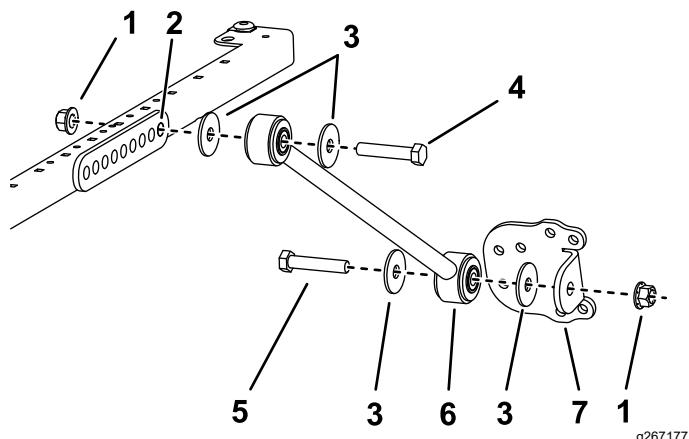

Figure 44
($\frac{1}{2}$ " x $2\frac{3}{4}$ "), de 2 rondelles ($\frac{1}{2}"), et d'un écrou à embase ($\frac{1}{2}"), comme montré à la Figure 44.$$
5. Fixez légèrement un support à chaque raidisseur à l'aide d'un boulon ($\frac{1}{2}$ " x $2\frac{1}{2}$ "), de 2 rondelles ($\frac{1}{2}$ ") et d'un écrou à embase ($\frac{1}{2}"), comme montré à la Figure 44.$